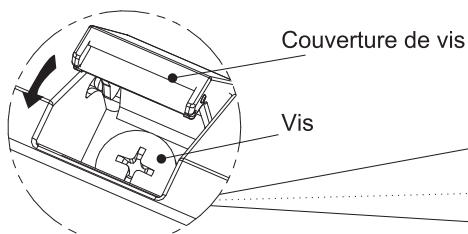

Fig. 25
- 11) Installez les vis et fermez les couvercles à vis comme illustrée sur la Fig.25 (Remarque: Pour certains modèles, vous devez installer 3 vis.)